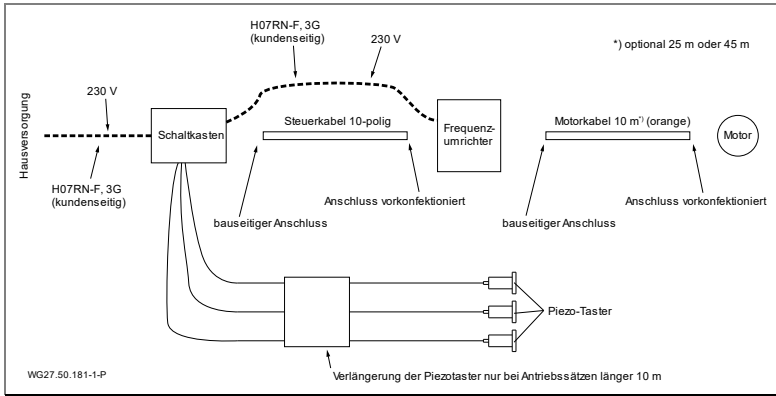

Abb. 18
14. Die Adern für den PTC (braun bzw. schwarz (BR1)/weiß (BR2)) sind nach Schaltplan zu verdrahten. Siehe "Abb. 18" auf Seite 36